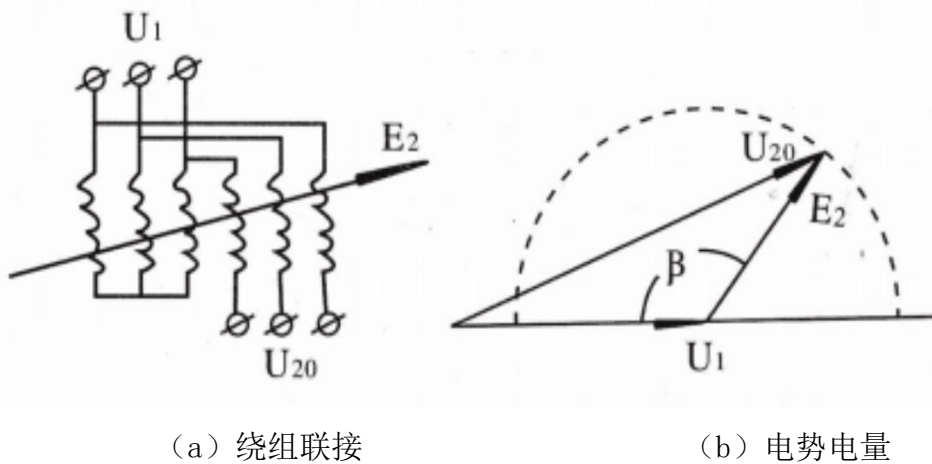
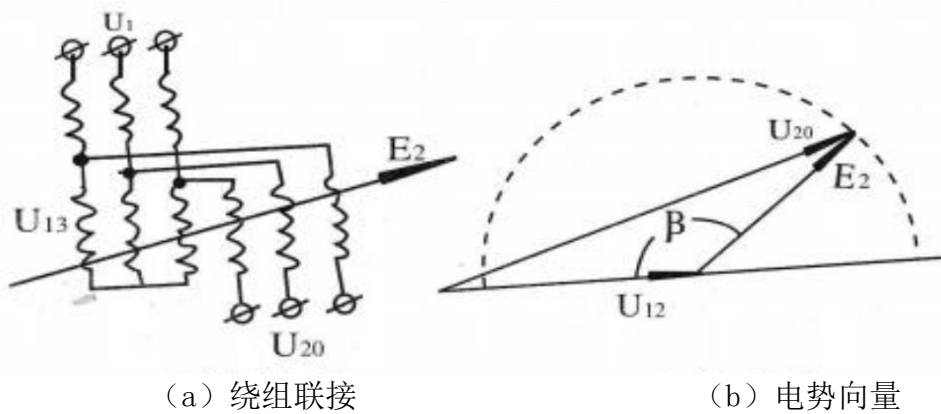

图 1
图 2
1. 三相调压器的一次绕组可以放置在定子中，亦可放在转子中，由设计决定。一次绕组与二次绕组间的联接为图 1 (a) 所示：
U₂₀ 的变化轨迹如图 1 (b) 中虚线所示。
除了图 1 所示的接法外，三相调压器尚可按图 2 (a) 方式联接。